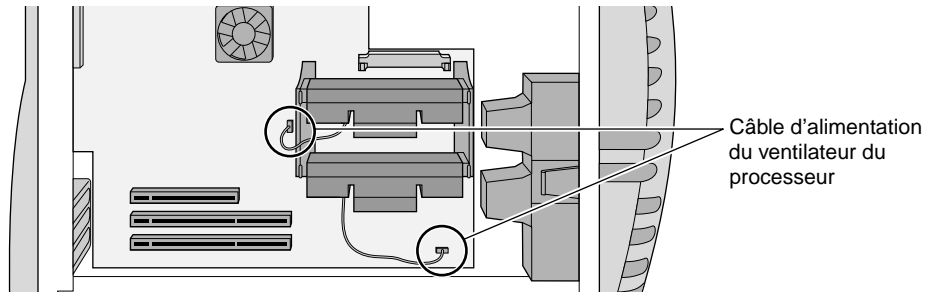

Figure 6-5 Branchement du câble d'alimentation du ventilateur du processeur sur la carte
9. Si le processeur est équipé d'un ventilateur, reliez le câble d'alimentation du ventilateur au connecteur approprié sur la carte, comme indiqué à la Figure 6-5.